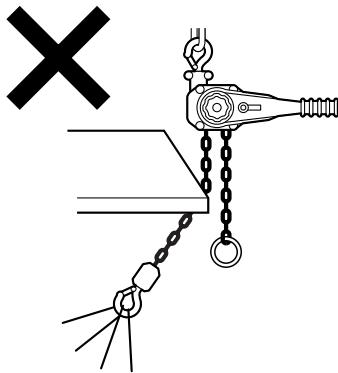

図7
- (16) フックや本体を支点にして使用しないでください。
- (17) 上下フックに損傷や変形がある物は使用しないでください。
- (18) ロードチェーンが変形したり傷付いたレバーホイストは絶対に使用しないでください。
- (19) ロードチェーンを鉄板等の角に当てて操作しないでください。図7